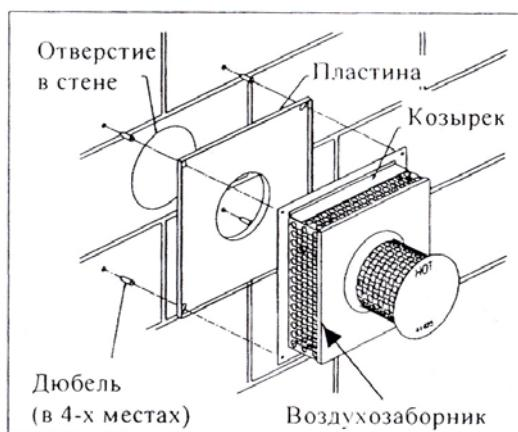

Рис. 5
4. С внешней стороны стены приложите внешнюю монтажную пластину, совместив центры отверстий. Отметьте места под шурупы. Просверлите отверстия диаметром 5 мм. и вставьте дюбели, по пока не монтируйте воздухозаборник (см. рис. 5). В зависимости от материала стены Вам возможно, придется использовать другие дюбели, но не дорабатывайте при этом сам воздухозаборник или внешнюю монтажную пластину.